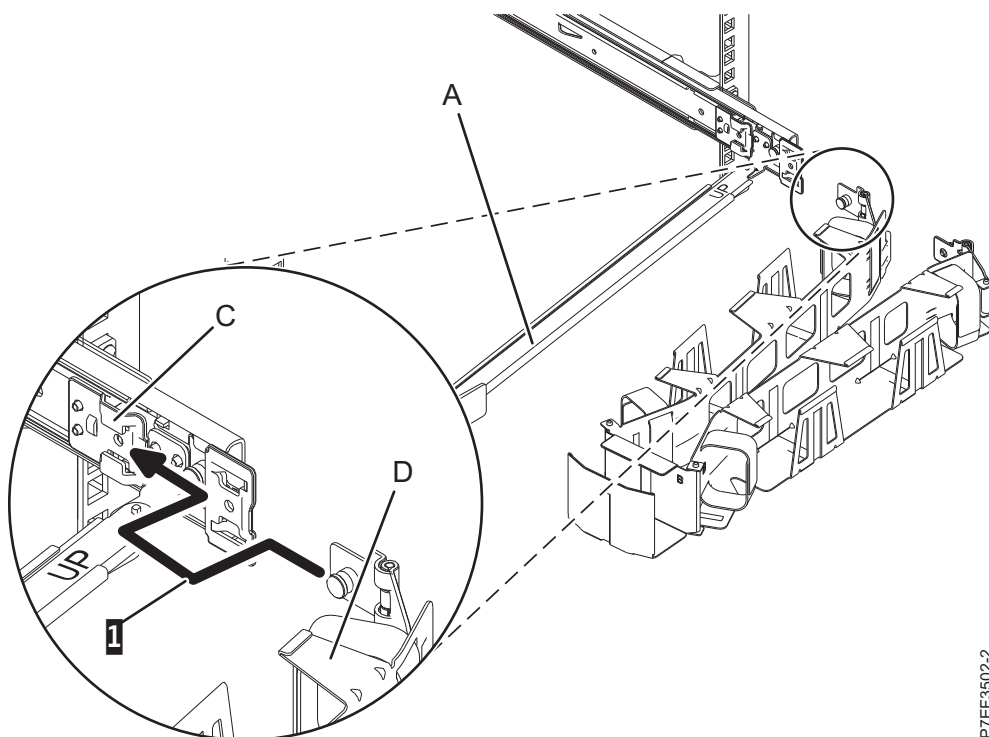
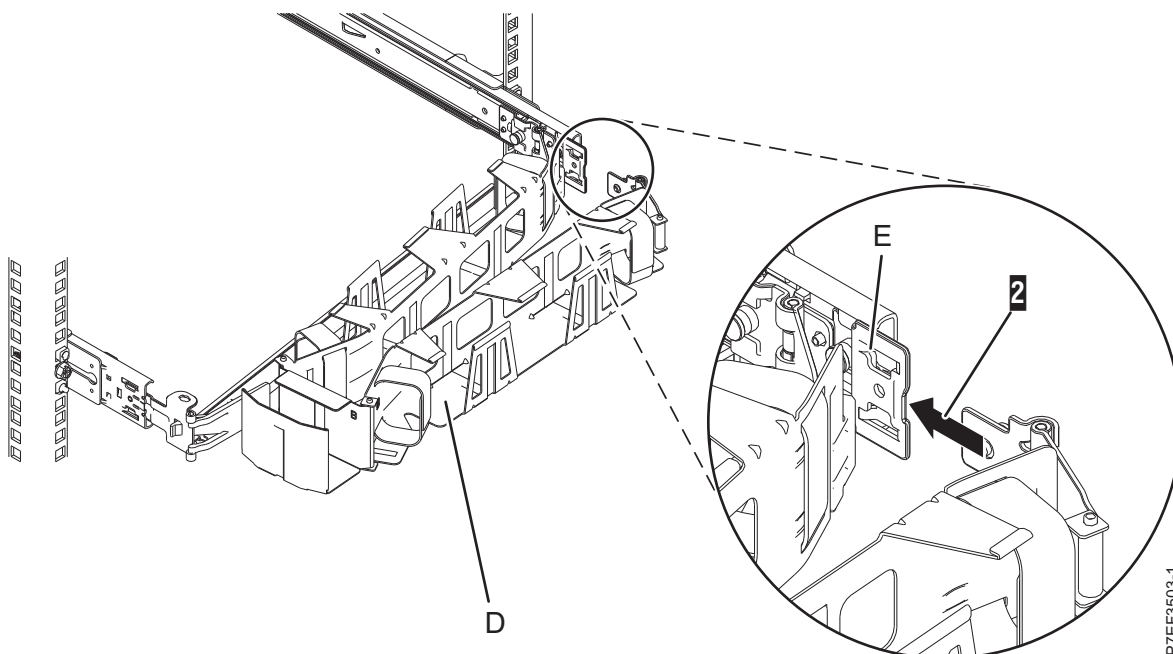

Abbildung 14. Lasche des Kabelträgers in die Aussparung der Halterung schieben
Abbildung 15. Andere Lasche des Kabelträgers in die Erweiterungshalterung schieben
7. Platzieren Sie den Kabelträger (D) am Stützarm (A). Schieben Sie die erste Lasche des Kabelträgers in die Aussparung an der Halterung (C). Drücken Sie auf die Lasche, bis die gefederte Verriegelung einrastet. Schieben Sie die andere Lasche des Kabelträgers in die Erweiterungshalterung (E) an der Außenseite der rechten Schiene (2). Drücken Sie auf die Lasche, bis die gefederte Verriegelung einrastet. Einzelheiten finden Sie unter Abb. 14 und Abb. 15 auf Seite 12.